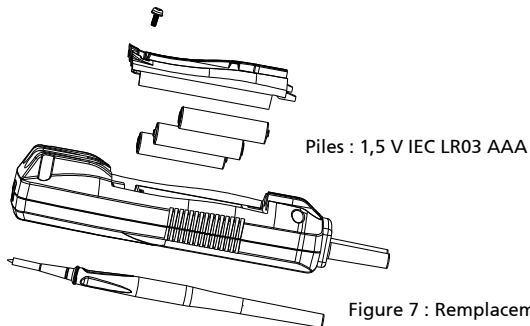

Figure 7 : Remplacement des piles
Le VPC-12 utilise trois piles 1,5 V. Pour remplacer les piles, suivez ces étapes et consultez la Figure 7 :
4. Remplacez la pile comme en Figure 7. Suivez les polarités affichées dans le compartiment de la pile.